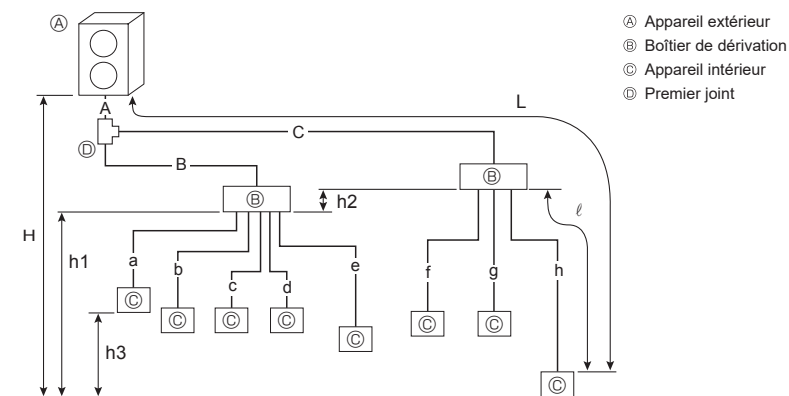

Fig. 4-4
4.3.2. Raccordement avec boîtier de dérivation (Fig. 4-4)